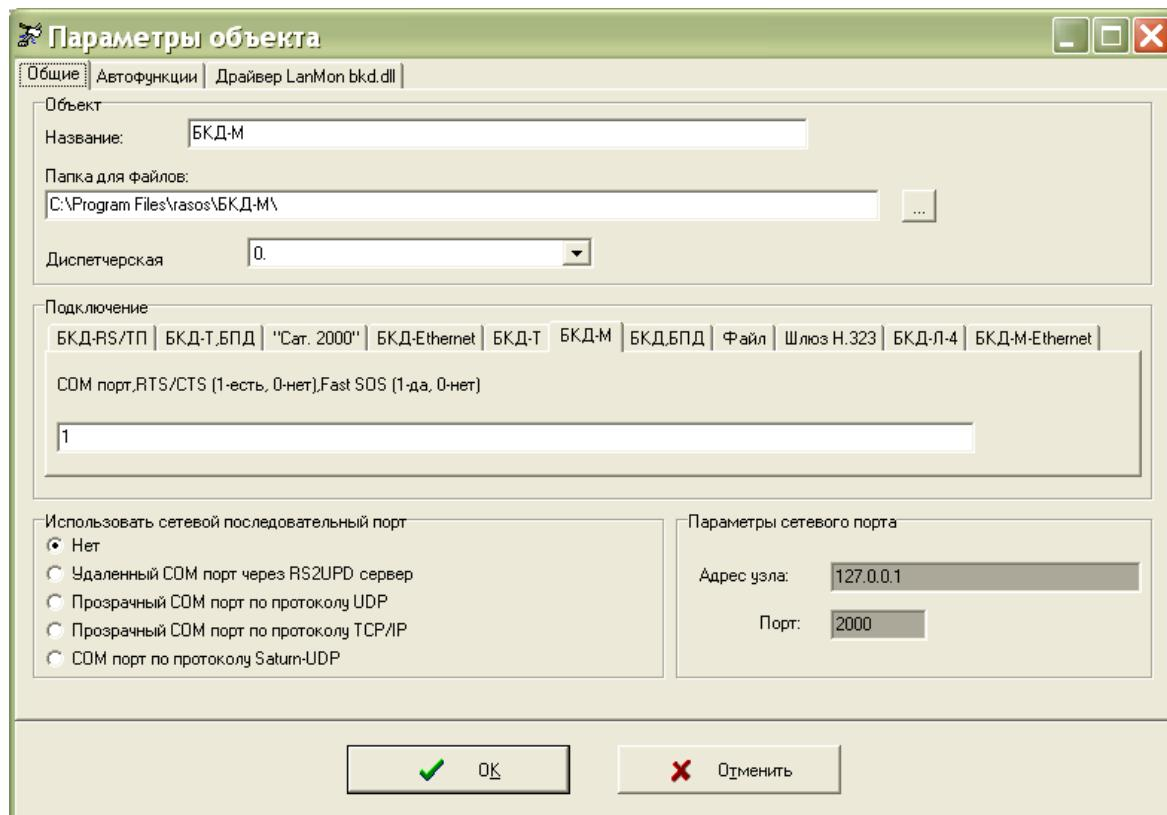

Рисунок 9
Создать подключение к БКД-М, указать номер СОМ порта ПЭВМ, к которому подключен БКД-М (рисунок 9).
подключен БКД-М (рисунок 9).
- 2) Подключиться программой RASOS к блоку БКД-М (рисунок 9).